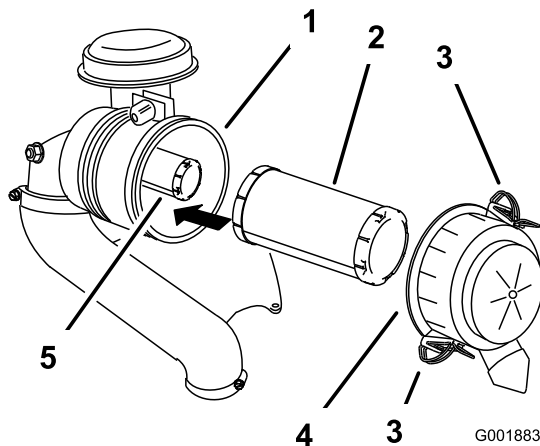

Figure 29
3. Ouvrez les dispositifs de verrouillage du filtre à air et enlevez le couvercle du corps du filtre (Figure 29).
5. Sortez l'élément principal du corps du filtre avec précaution (Figure 29).
2. Si vous remplacez l'élément de sécurité, insérez-le avec précaution dans le corps du filtre (Figure 29).
3. Placez ensuite l'élément principal sur l'élément de sécurité avec le même soin (Figure 29).
4. Reposez le couvercle du filtre à air, le côté portant l'inscription **UP** en haut, et fermez les dispositifs de verrouillage (Figure 29).